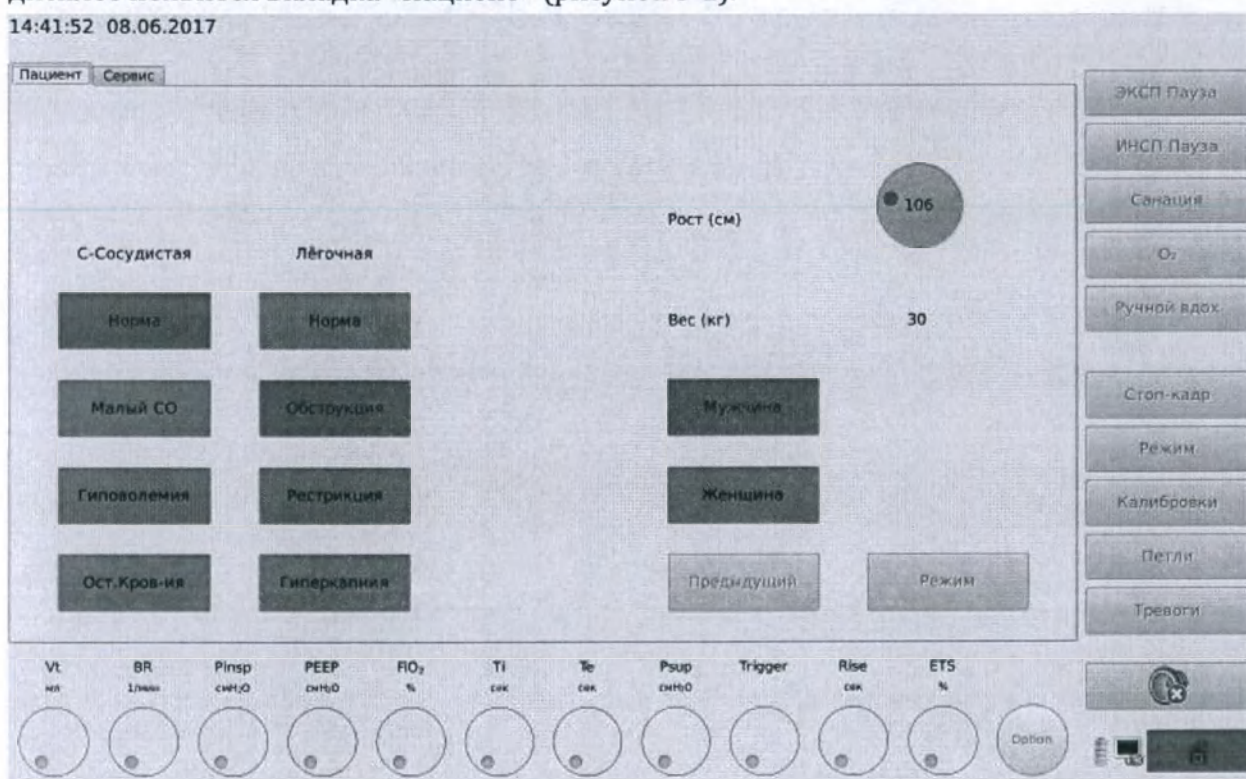

Рисунок 5-1. Вкладка «Пациент»
1. После включения аппарата через 15-20 с после загрузки программного обеспечения на дисплее появится вкладка «Пациент» (рисунок 5-1).